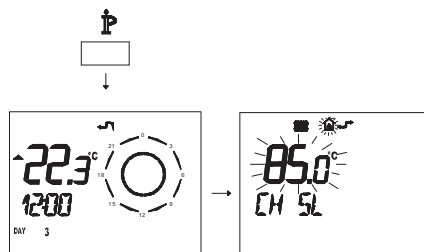

Figura 5.63
- Premere per più di 3 secondi il pulsante P per entrare in modalità *INFO* (Figura 5.63).